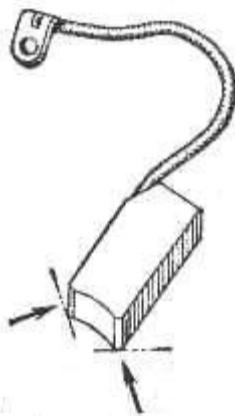

Рис. 30. Щетка генератора (стрелками показаны места, где следует снять фаски)
2. Неправильная установка щеток в щеткодержателях после их осмотра (щечка не попала радиусом на коллектор). Для очистки щеток и щеткодержателей их надо вынуть из генератора и промыть бензином. Изношенные щетки или ослабленные пружины надо заменить. После осмотра щеток или при установке новых рекомендуется сделать на их концах, прилегающих к коллектору, фаски, как показано на рис. 30.